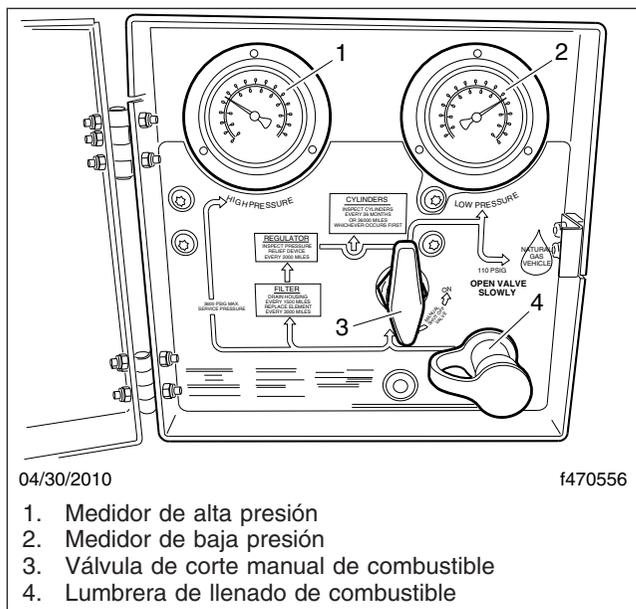

Figura 21.11, Panel de combustible GNC
4. Inspeccione todos los componentes de la tubería, incluyendo la válvula (o válvulas) de corte de combustible, las válvulas primaria y secundaria de alivio de presión y las válvulas de corte de gas y de flujo excesivo del sistema de GNL, si está equipadas, para ver si tiene daños o fugas. Vea la **Figura 21.10** o la **Figura 21.11**.